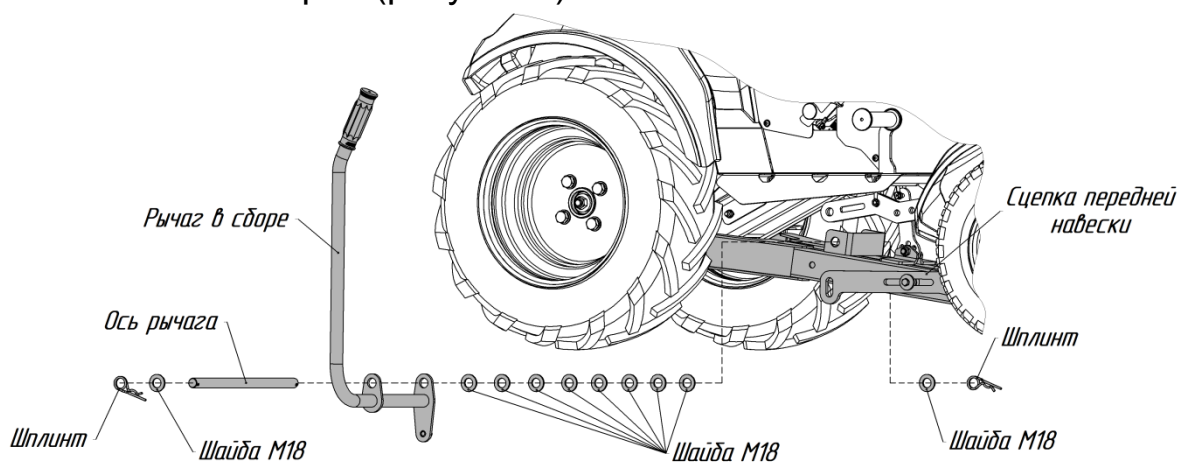

Рисунок 4
7. Установите Рычаг в сборе на Сцепку передней навески и зафиксируйте шплинтами с обеих сторон (рисунок 4).